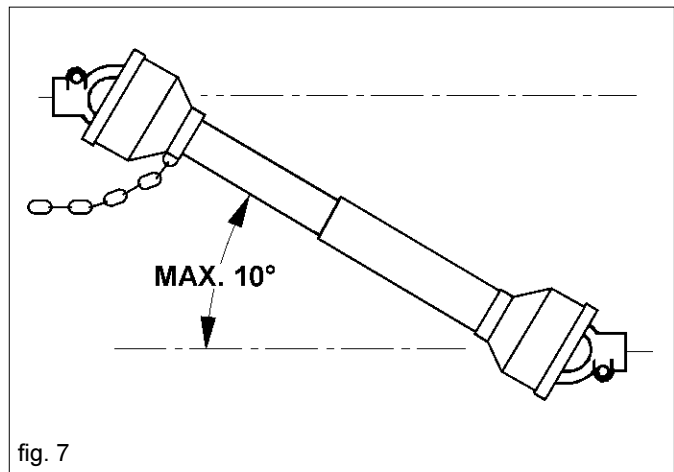

fig. 7
- 49) Débrayer toujours la prise de force quand l'arbre à cardans est trop ouvert (jamais plus de 10 degrés - Figure 7) et quand la prise de force n'est pas utilisée.